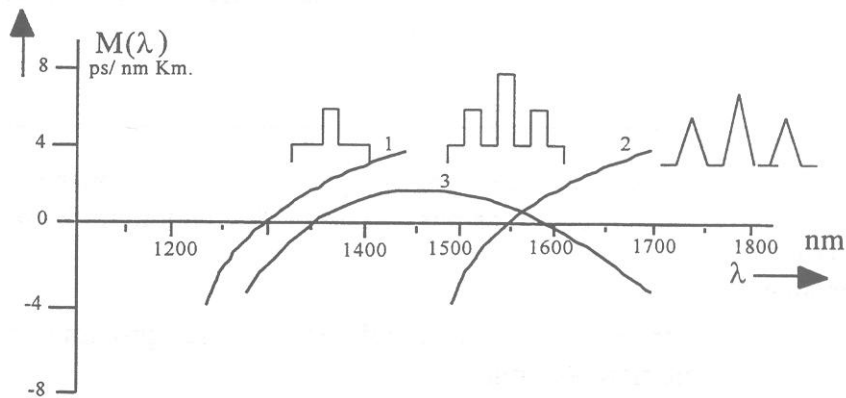

Fig.1.22 Gráfica de la dispersión.
- Diseñando la fibra de modo que su curva de dispersión sea lo más plana posible y prácticamente casi nula en la región de mínima atenuación, (Técnica de dispersión aplanada). Actualmente esta técnica es de un costo muy alto. En la siguiente Fig.1.22 se muestra la dispersión como una función de la longitud de onda.